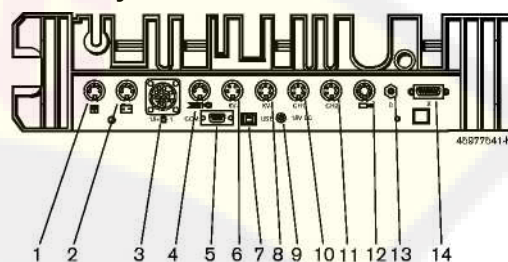

Рис.4. Панель подключений измерительного модуля (вид снизу):
2. Подключить датчики в предусмотренные гнезда измерительного модуля (см. рис. 4). Токовая цанга 1000 А, а также кабель с адаптером 1 684 465 513 присоединяются только в случае необходимости.